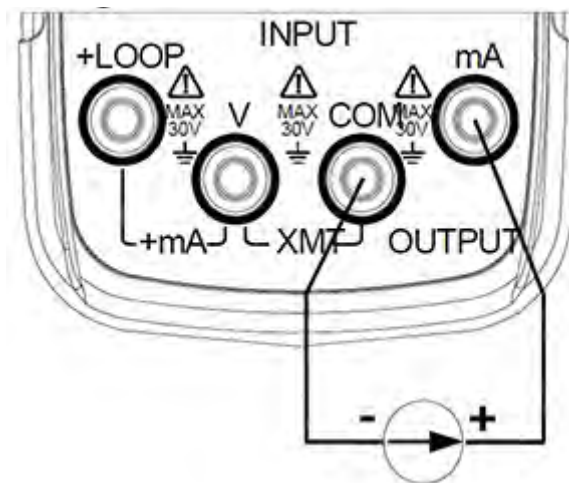

Abbildung 6-1
- ↪ 1. Stecken Sie ein Ende der Messleitung in die mA-Eingangsbuchse (INPUT) des EC mAV 2 und das andere Ende in den Ausgang des Gerätes wie in Abbildung 6-1 gezeigt: